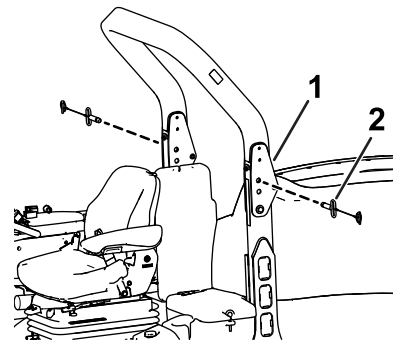

Figura 1
6. Retire los pasadores de bloqueo de ambos lados de la barra antivuelco (Figura 1).